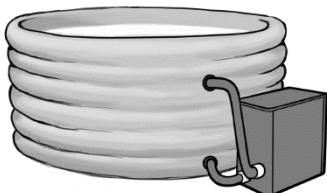
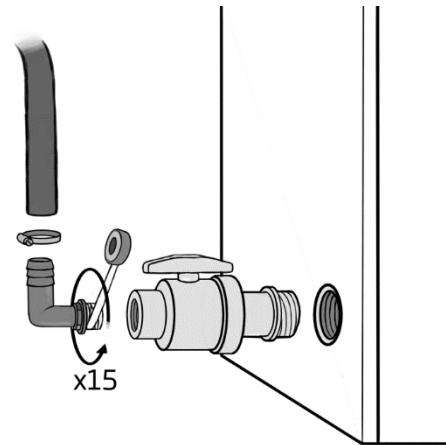

Bild 2 - Anschlussbeispiel Schwimmbecken
Bild 1 - Montage der Ventile
- Installieren Sie am Ein- und Ausgang des Geräts Schließventile, sodass die Wasserzirkulation für Wartungszwecke unterbrochen werden kann (Bild 1).
- Die Ansaug- und Rückführleitungen des Wassers werden gemäß den Beckenanschluss-Instruktionen verbunden. (Bild 1& Bild 2) ACHTUNG! Im Becken müssen sich aus Sicherheitsgründen mindestens zwei Ansauglöcher befinden, von denen das Wasser zur Pumpe gelangen kann.